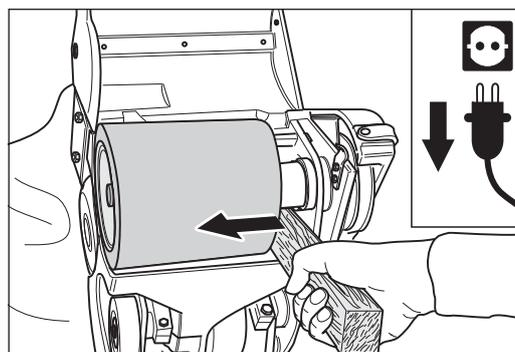

Abb. 70 Wenn die Schleifwalze festsitzt, einen Holzhebel verwenden. **Keine Gewalt anwenden!**
- Verwenden Sie bei festsitzender Schleifwalze einen Holzhebel (Abb. 70), um die Maschine nicht zu beschädigen! Die Schleifwalze niemals durch Hammerschläge lösen!**